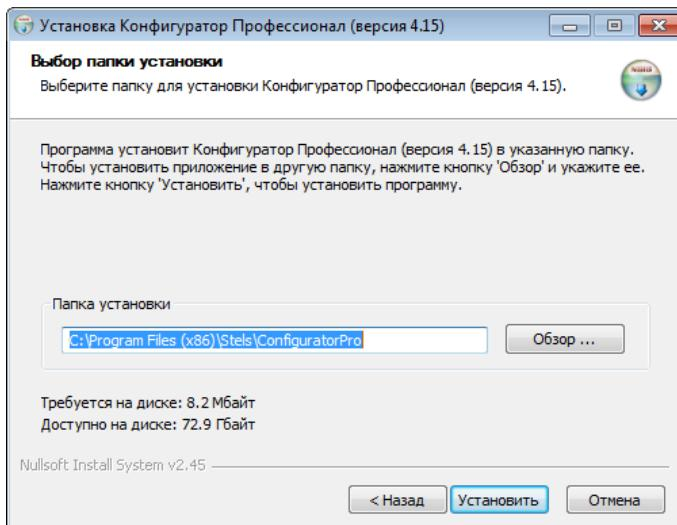

Рис. 4.3. Окно Выбор папки установки
5. В следующем окне укажите папку установки и нажмите кнопку **Установить** (Рис. 4.3).